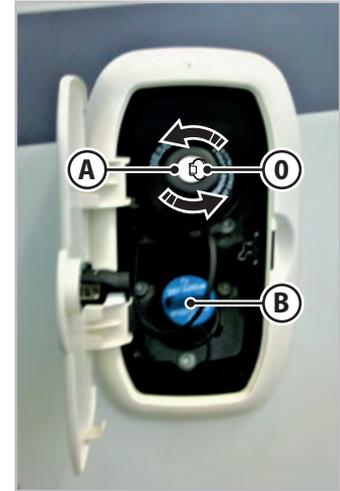
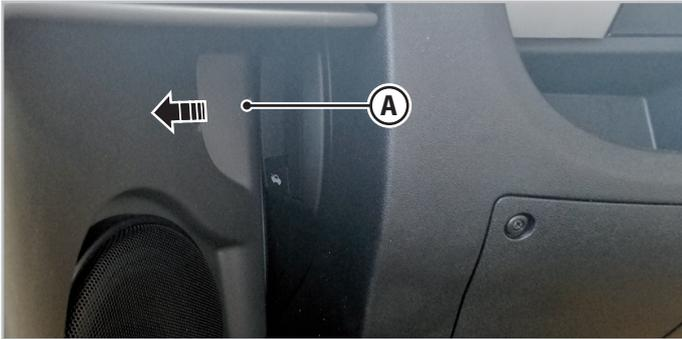

Fig. 5.7 - Tapón del depósito de combustible
Fig. 5.8 - Palanca de apertura del capó - Tipo A
Para abrir el tapón del depósito de combustible (Fig. 5.7):
Para cerrar el tapón del depósito de combustible (Fig. 5.7):
Para abrir el tapón (**B** - Fig. 5.7) del aditivo AdBlue, gire el tapón a la izquierda y extráigalo. Luego, puede repostar. Para cerrarlo, realice la operación inversa.
1. Tire, en el sentido de la flecha, de la palanca **A** (Fig. 5.7 y Fig. 5.8, varía según el tipo de vehículo), situada a la izquierda de la columna de dirección.